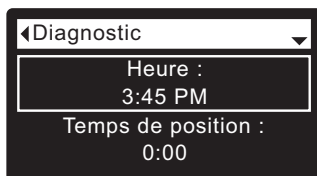

FIG. 99
8. Appuyez sur le sélecteur (O) pour ouvrir l'écran de diagnostic (cf. Figure 99).